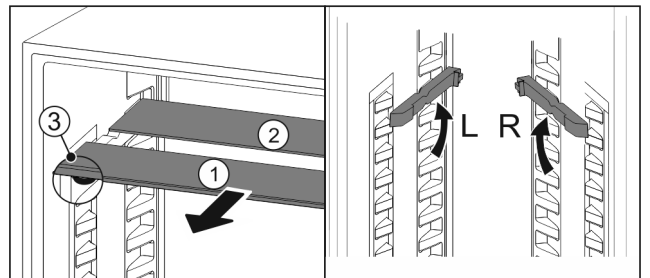

Fig. 22
- estrarre i ripiani di vetro singolarmente tirando in avanti Fig. 22 (1).
- ▷ Il piano in vetro Fig. 22 (1) con il motivo ornamentale è nella parte anteriore.
- ▷ I fermi Fig. 22 (3) sono rivolti verso il basso.